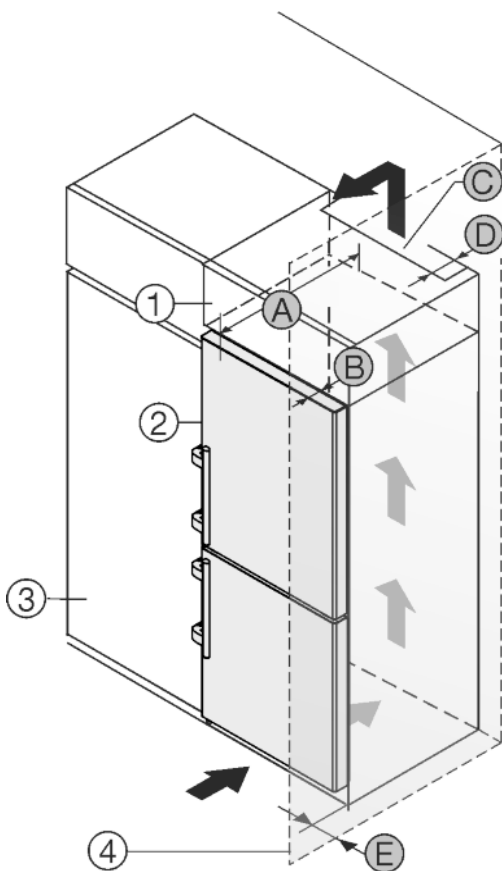

Fig. 50
Пристрій можна комбінувати з кухонними шафами. Для того, щоб пристрій Fig. 50 (2) вирівняти по висоті кухонної секції, на пристрій можна встановити антресольну секцію Fig. 50 (1).
Пристрій можна встановлювати безпосередньо поряд з кухонною шафою Fig. 50 (3). Для повного відкриття дверей пристрій повинен виступати на глибину Fig. 50 (B) відносно передньої панелі кухонної шафи. Залежно від глибини кухонних шаф та використання пристінних розпірок пристрій можна встановити так, щоб він виступав вперед.
- Задня сторона антресольної шафи повинна мати вентиляційний канал глибиною Fig. 50 (D) вздовж всієї ширини шафи.
- Під стелею приміщення слід дотримуватись поперечного перерізу вентиляційного відведення повітря Fig. 50 (C).
Якщо пристрій з шарнірами встановлюється поряд зі стінкою Fig. 50 (4), то між пристроєм та стінкою слід додержуватись відстані Fig. 50 (E). Це відповідає виступу ручки при відкритих дверцятах.